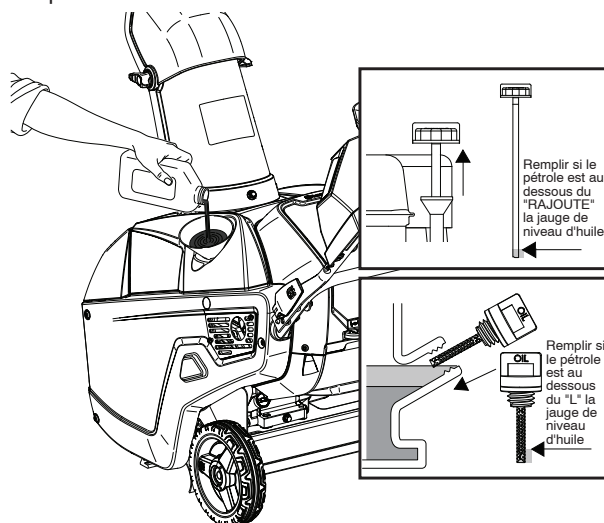

Figure 26
8. Dévisser le bouchon de remplissage d'huile/la jauge et déposer le tout (Figure 26).
9. Avec la souffleuse à neige en position de fonctionnement, verser avec soin l'huile dans le trou de remplissage jusqu'au repère « FULL » (PLEIN) sur le bouchon de remplissage/la jauge (Figure 26).